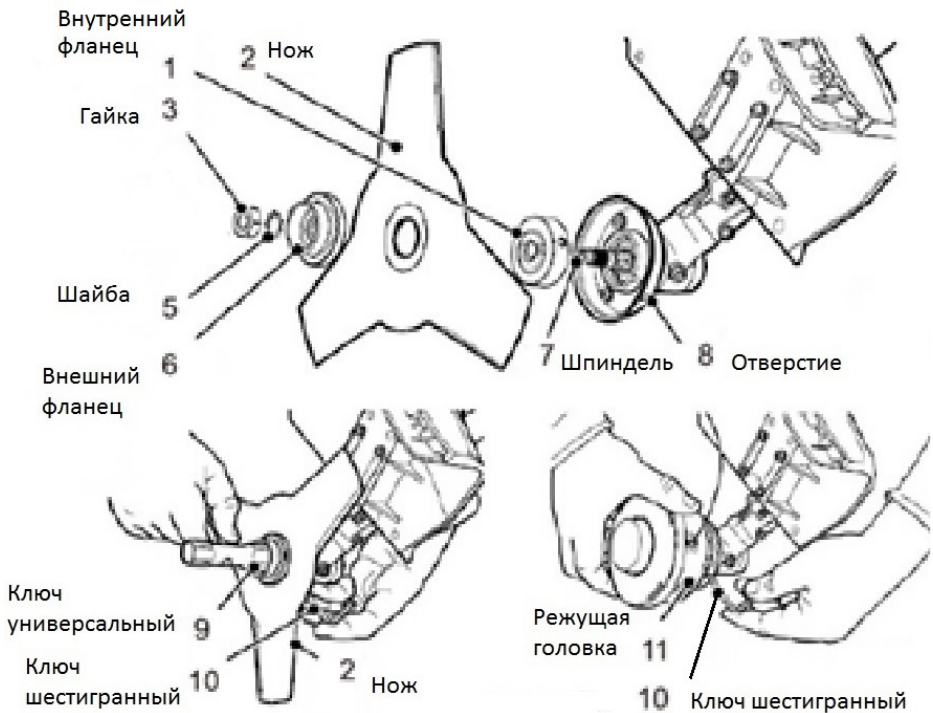

Рис.2
1. Установите, соблюдая последовательность, на шпindel внутренний фланец 1, нож 2, внешний фланец 6, шайбу 5 и гайку 3. (рис.2)